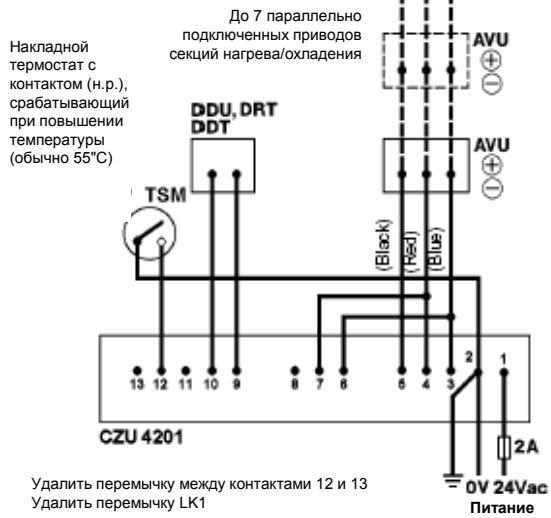

Рис. 6
5. При использовании в контроллере функции автоматической переустановки удалите переключатель LK1. Схемы подключения для данного режима приведены на рис.6.